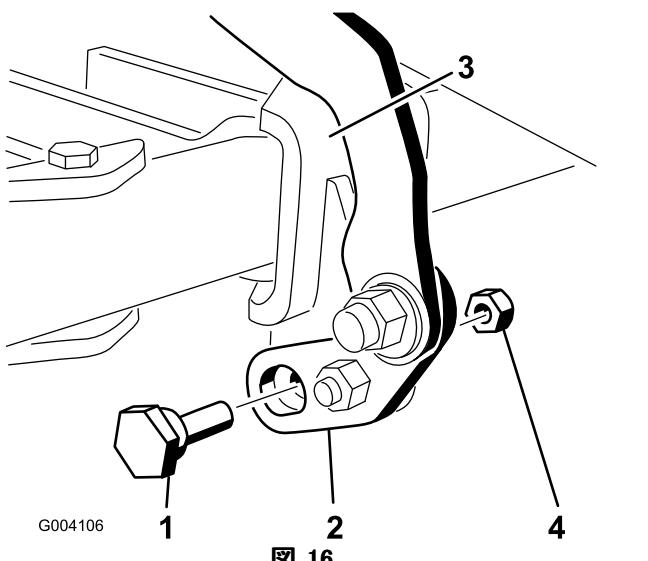
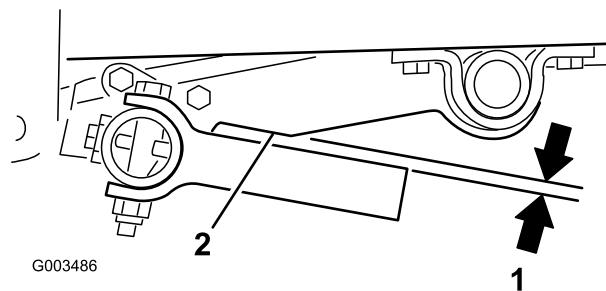

図 16
図 20
2. ツールバーのタインと昇降アームとが平行になるように、偏芯ボルトを回して調整する（図 16と図 20）。